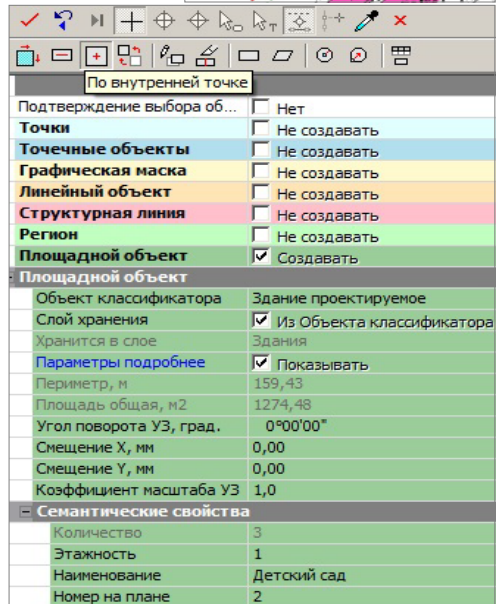

Рис. 12.2
- Нажмите кнопку **По внутренней точке**  на локальной панели инструментов окна параметров (рис. 12.2).
- Курсором  укажите здание (рис. 12.2).
- Задайте необходимую семантику – в группе **Семантические свойства** заполните поля **Этажность**, **Наименование** и **Номер на плане** (рис. 12.2).